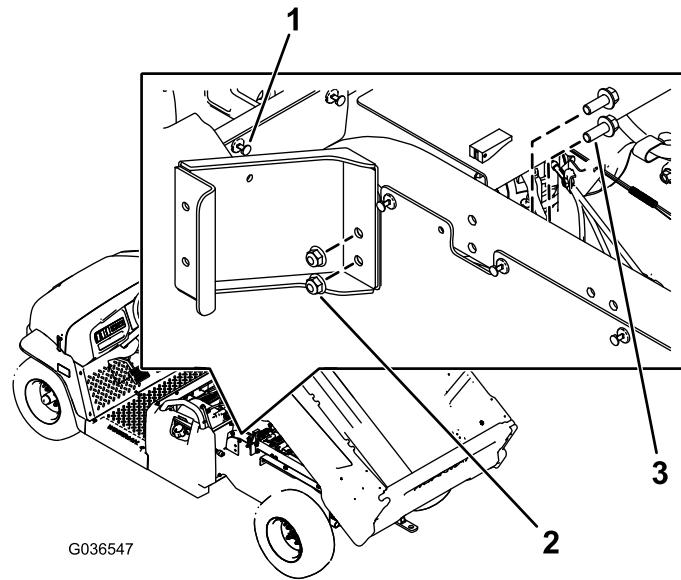

图1
- 从后座椅底座后的左侧面板卸下铆钉（图1）。
- 如图1所示，用2个六角凸缘螺栓（3/8 x 1 英寸）和2个螺母（3/8 英寸）安装左环形支架。